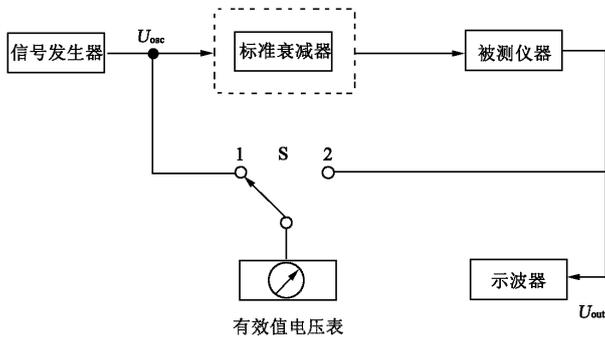

图 1
5.1.2.1 测试设备的连接方法如图 1。
5.2.2.1 测试设备的连接方法如图 1。
5.3.2.1 测试设备的连接方法如图 1。
5.5.2.1 测试设备连接如图 1。